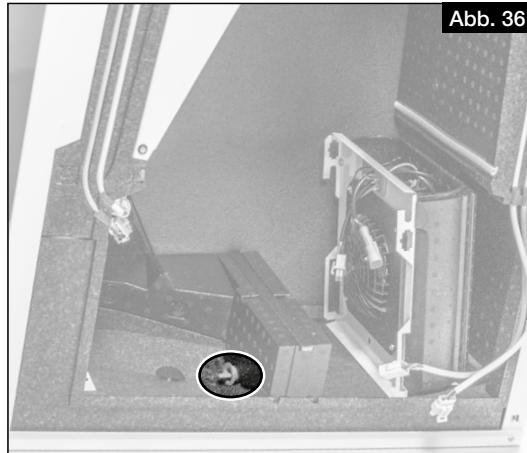

Abb. 36
- ① Wird die Kälterückgewinnung aktiviert, muss der Stopfen am Geräteboden entfernt werden (s. Abb. 36), um den Kondensatablauf zu gewährleisten (vgl. auch Kapitel 4.3 „Kugelsiphon montieren“, Seite 11).